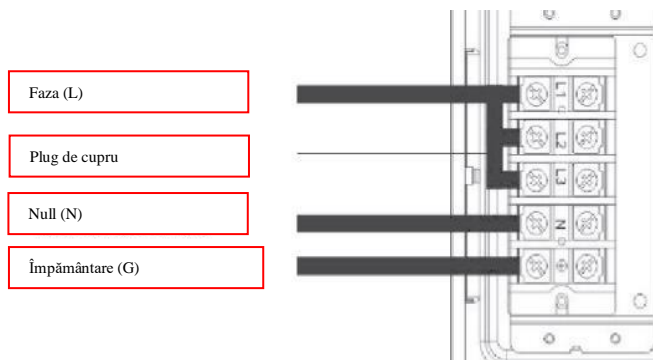

Figura 8. Conectarea dispozitivului într-o singură fază
- - O schemă de conectare monofazată a cablului de alimentare la unitatea de alimentare este prezentată în figura 8.